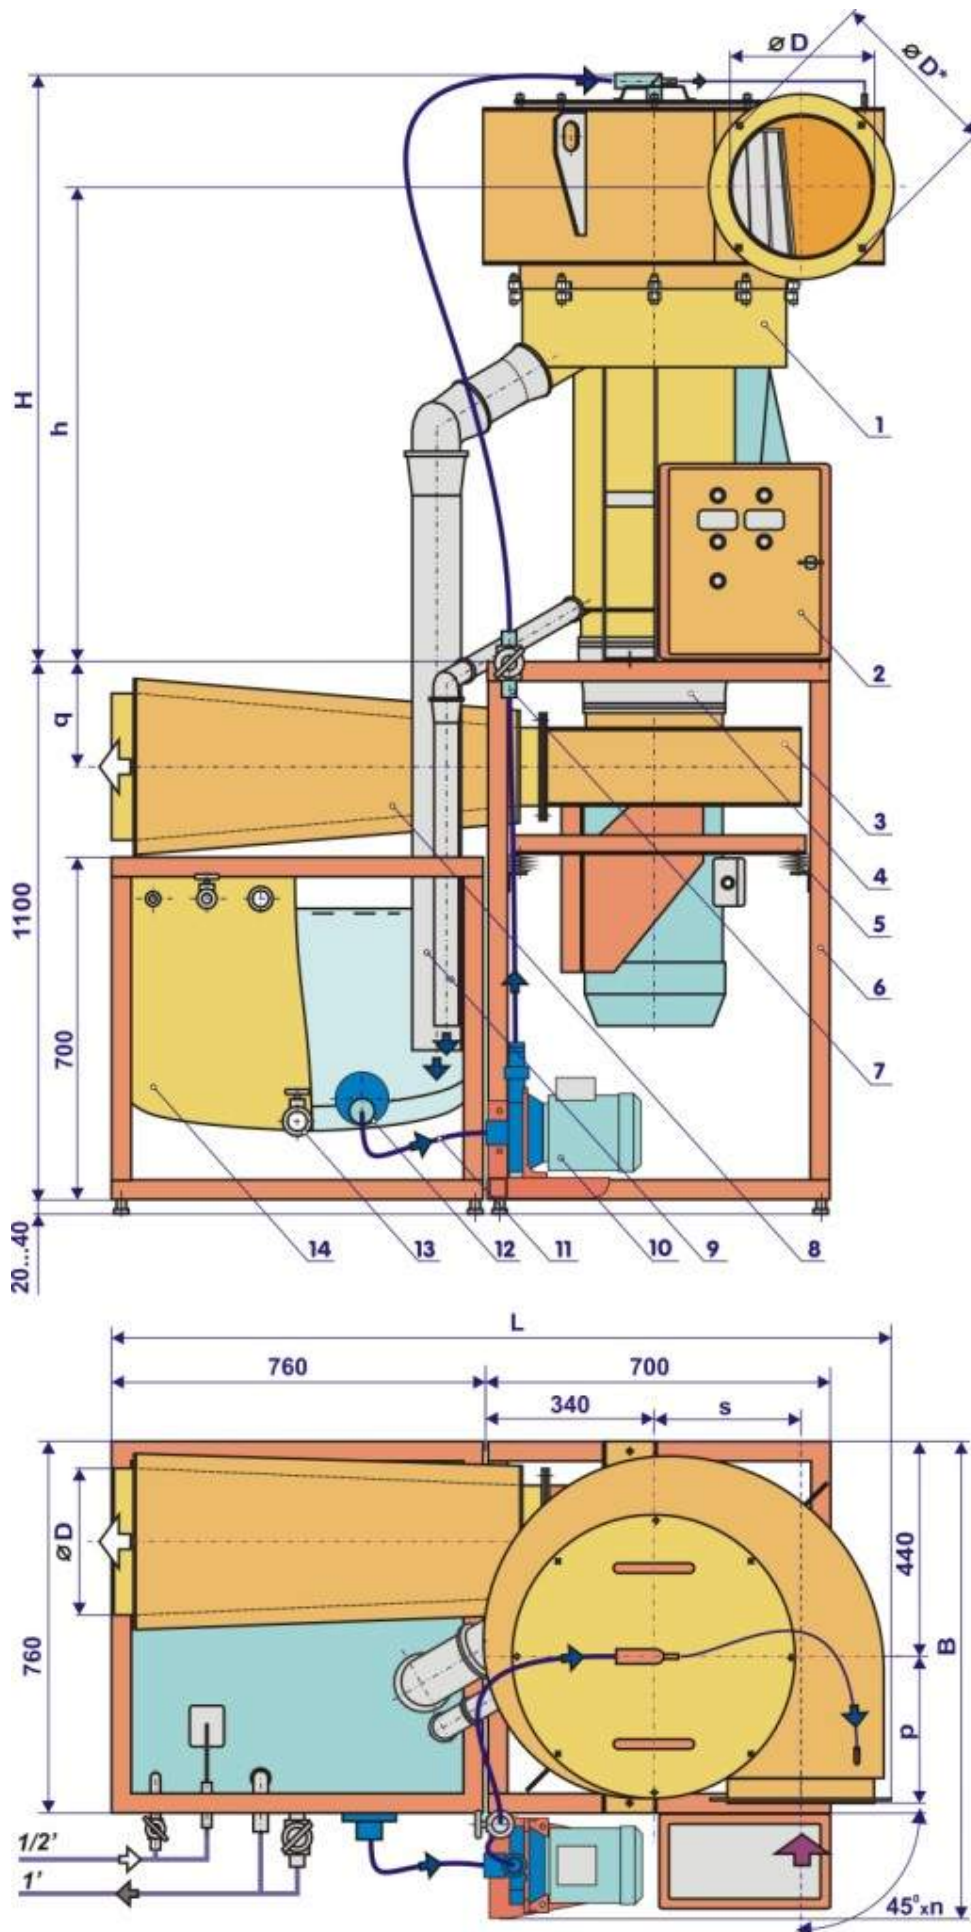
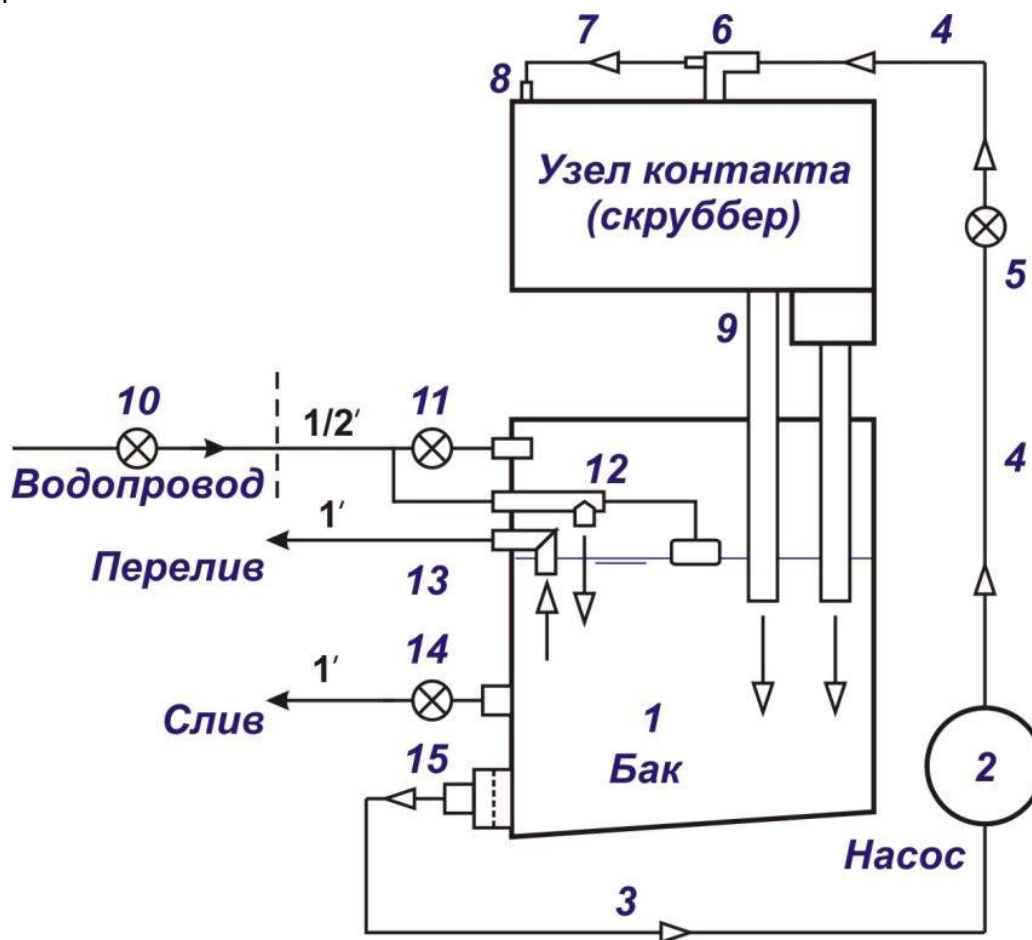
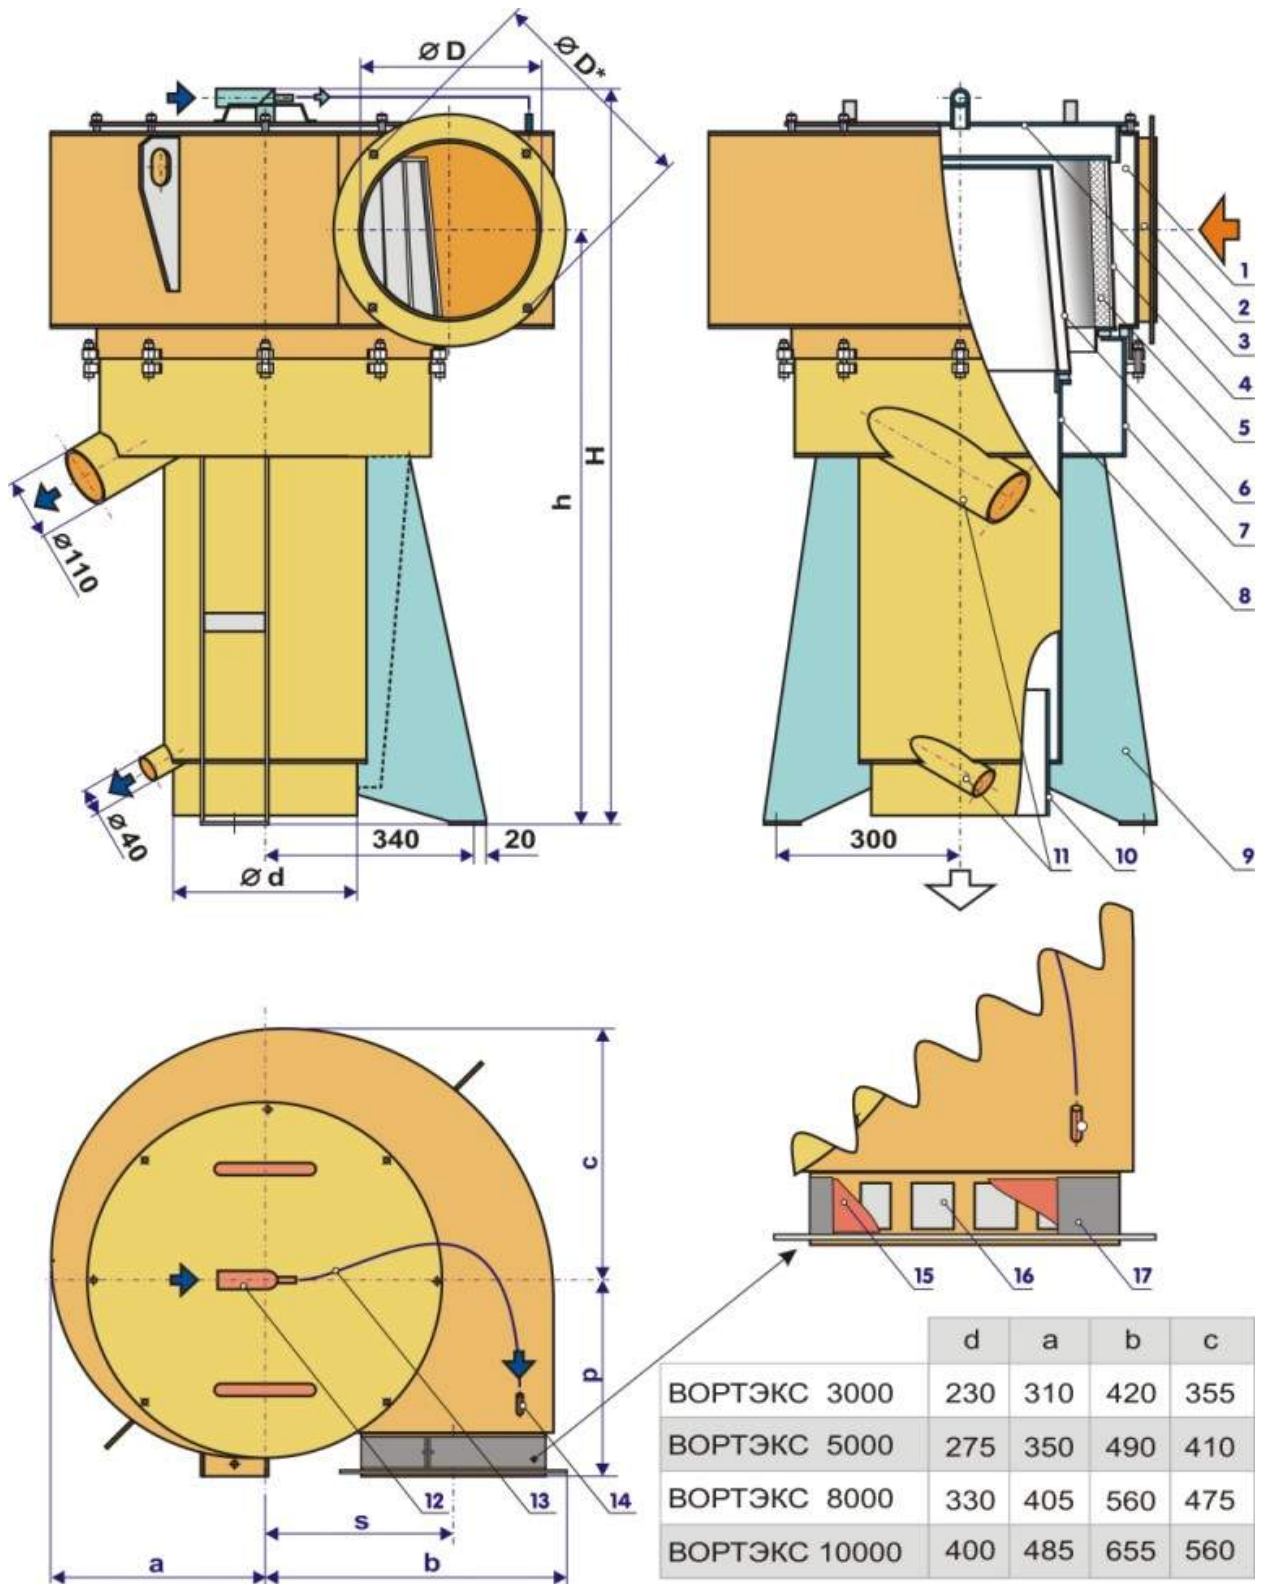
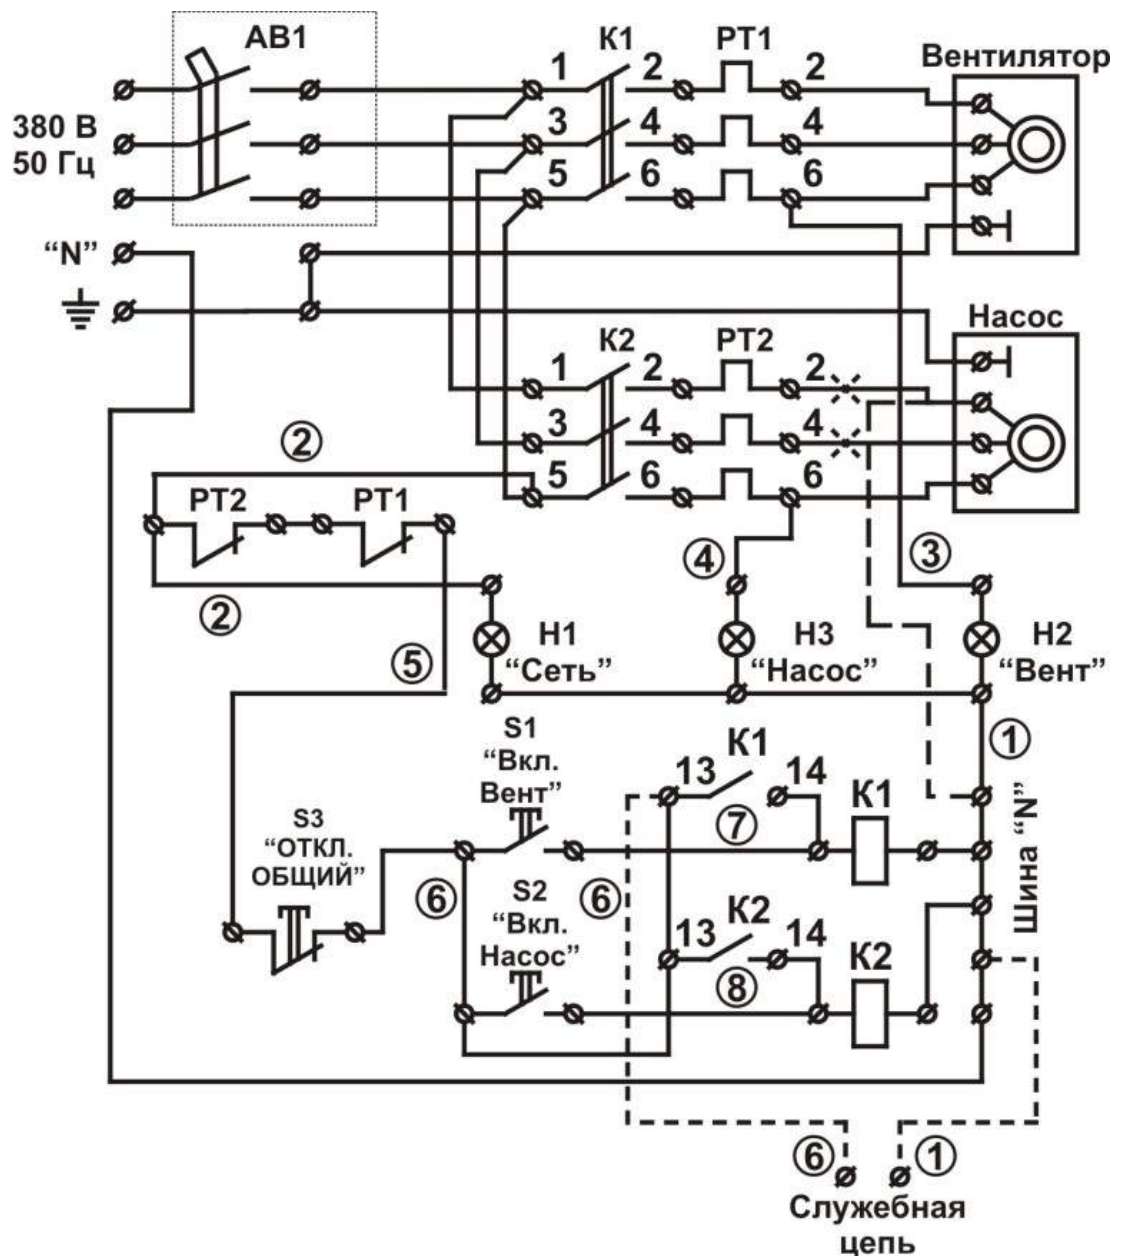

Рис. 1. Вихревой гидрофильтр "Вортэкс" в стандартном исполнении.
Рис. 2. Схема водооборота установки.
Рис. 4. Узел контакта (вихревой скруббер "Вортэкс")
Рис. 5. Электрическая схема
Вихревые гидрофилтры "Вортэкс" в стандартном исполнении (рис. 1) состоят из следующих сборочных единиц: опорная рама **6**, с установленными на ней узлом контакта газа и жидкости (вихревой скруббер "Вортэкс") **1**, шкафом управления **2**, вентилятором "Вортэкс-3...10" **3**, на амортизаторах **5**, консольным центробежным насосом **10**, гибкой вставкой **4**, ограничительный вентиль **7**, диффузор-шумоглушитель **8**, сливные трубы **9**, шланг **11**, бак оборотной воды **14** с установленными на нем штуцером водозабора с предохранительным фильтром **12**, сливным штуцером с шаровым краном **13** и необходимая водная арматура.
Основные геометрические размеры установок, не указанные в технических характеристиках и на рис. 1, 2, 3, приведены в таблице:
(рис. 2) включает: бак **1**, консольный центробежный насос **2** соединенный шлангом **3** $D_y=50$ мм с баком, шлангом **4** $D_y=32$ мм, с установленными на нем ограничительным вентиляем **5** (поз. 7 на рис. 1, 3), соединенным с тройником **6**, предназначенным для подачи воды в узел контакта, шлангом **7** $D_y=10$ мм, соединенным со штуцером **8**, предназначенным для орошения входа улитки, сливные трубы **9**, устанавливаемый на водопроводе вентиль **10** (в комплект не входит), и установленные на баке заправочный штуцер с вентиляем **11**, штуцер с поплавковым клапаном **12**, штуцер перелива **13**, сливной штуцер с шаровым краном **14** и штуцер водозабора, оснащенный предохранительным фильтром-сеткой **15**.
Узел контакта - вихревой скруббер (рис. 4) включает: улитку **1** с входным по воздуху патрубком **2** и крышкой **3**, установленную внутри улитки вихревую контактную камеру **4**, завихритель **6**, сепаратор **7**, каплеуловитель **8**, опоры **9**, выхлопной патрубок **10** и сливные патрубки **11**. На улитке установлен тройник ввода жидкости **12**, соединенный шлангом **13** со штуцером **14**. Окна **16** (выноска рис.4) жалюзийного типа, используются при необходимости для подсоса воздуха. По умолчанию они перекрыты хомутом **17** с ответными прорезями и уплотнительной манжетой **15**.
Благодаря создаваемому вентилятором разрежению загрязненный воздух поступает во входной патрубок **2** узла контакта (рис. 4), распределяется по периметру улитки **1** и проходит через лопаточный направляющий аппарат вихревой камеры **4**, формирующий равномерно распределенные по периметру тангенциальные струи на входе в камеру и течение вихревой структуры внутри нее.
Вода подается насосом **10** (рис. 1, 3) из бака **14** через предохранительный фильтр-сетку **12** и ограничительный вентиль **7** в тройник **12** (рис. 4), из основного штуцера которого поступает на орошение улитки **1** и вихревой камеры **4**. Небольшая часть воды отводится на орошение входного участка улитки с помощью шланга **13** и штуцера **14**. Вместе с воздухом вода поступает в вихревую камеру **4**, где дробится струями воздуха на капли, которые вовлекаются в вихревой поток и центробежными силами отбрасываются к лопаткам направляющего аппарата вихревой камеры. Здесь капли сливаются и вместе с воздухом поступают в центр потока, где вновь дробятся. В результате этого каскадного процесса формируется вращающийся газожидкостный слой **5**, удерживаемый в вихревой камере центробежными силами, эффективно фильтрующий воздух.
На выходе из вихревой камеры основная часть жидкости сбрасывается в карман сепаратора **7** (рис. 4). Небольшая часть жидкости проходит вместе с воздухом через завихритель **6**, подкручивающий поток. Под действием центробежных сил жидкость осаждается на трубе каплеуловителя **8** и собирается в его кармане. Из карманов сепаратора и каплеуловителя через патрубки **11** (рис. 4) и сливные трубы **9** (рис. 1, 3) вода сбрасывается в бак **14** на рециркуляцию.
Система управления установки включает шкаф управления **2** (рис. 1, 3), соединенный электрокабелями с сетью, электродвигателями вентилятора **3** и насоса **10**.
Схема электрическая принципиальная показана на рис. 5. Электропитание 380 В, 50 Гц, подается на пускатели двигателя вентилятора и насоса К1 и К2 соответственно (на моделях "Вортэкс-3000" и "Вортэкс-5000" питание на пускатели производится через защищающий трехфазный автомат АВ1 32А и 40А соответственно). Пунктиром обозначен вариант присоединения 1-фазного насоса и (только для "Вортэкс-10000") служебная цепь.
В стандартном исполнении (рис. 1):
3. Узел контакта - сепаратор **7** (рис. 4), каплеуловитель **8** на опорах **9**;
3. Узел контакта (рис. 4) - сепаратор **7**, каплеуловитель **8** на опорах **9**;
Для монтажа установки (рис. 1,3) необходимо:
6.6 Установить с помощью болтовых соединений на выхлопном патрубке вентилятора **3** диффузор-шумоглушитель **8** (рис. 1).
6.7 Соединить с помощью прилагаемых шлангов насос **10** (рис. 1, 3) с выходным штуцером фильтра-сетки **12** и ограничительным вентиляем **7**, далее с тройником подачи воды **12** (рис. 4), в узел контакта **1**. Закрепить шланги с помощью прилагаемых хомутов. Надеть на сливные патрубки узла контакта **1** трубы **9** (рис. 1, 3).
6.8 Соединить установленный на водопроводе вентиль **10** (рис. 2) напорными шлангами с вентилем **11** и поплавковым клапаном **12**. Соединить шлангами штуцер **13** и кран **14** с канализацией (отстойником, системой утилизации отработанной жидкости). Открыв вентили **10** и **11**, наполнить бак водой. Убедиться в том, что закрытие клапана **12** (отсечение подачи воды) достигается при уровне воды в баке, немного более низком, чем уровень установки штуцера **13**, при необходимости отрегулировать рычаг клапана.
6.9 Убедиться в надежном соединении электрокабелей, выходящих через отверстия в боковой стенке установленного на раме **6** (рис. 1, 3) шкафа управления **2** с электродвигателями вентилятора **3** и насоса **10** в соответствии с принципиальной электрической схемой (рис. 5). Обязательно произвести заземление корпуса шкафа **2**, бака **13** и рамы **6**! Подсоединить шкаф управления к электросети. Проверить соответствие напряжения сети и надежность подсоединения подводящего кабеля к выводам шкафа управления. Подключить установку к сети (для "Вортэкс-3000...5000" - через установленный в шкафу управления автомат АВ1) – на лицевой панели шкафа должен загореться индикатор "Сеть".
8.1 Перед началом работы убедиться, что все шланги и трубы находятся на штатных местах, шланги надежно затянуты хомутами, а сливной вентиль 14 (рис. 2) закрыт. Открыть вентили 10, 11 и наполнить бак водой из водопровода. Закрыть вентиль 11. Убедиться в том, что уровень воды в баке регулируется поплавковым клапаном 12. В противном случае отремонтировать или заменить поплавковый клапан.
Внимание! Эксплуатация установки с выключенным насосом, включение насоса при отсутствии воды в баке не допускается! Положение ограничительного вентиля 7 (рис. 1,3, поз. 5 рис. 2) устанавливается изготовителем при настройке установки. Изменение его положения может вызвать вынос капельной влаги на выходе гидрофилтра или снижение эффективности воздухоочистки.
9.2.2 Отсоединив трубы **9** (рис. 1, 3) от сливных патрубков узла контакта, проверить состояние патрубков и труб и при необходимости прочистить.
9.2.3 Произвести разборку узла контакта (рис. 4), осмотреть его улитку **1**, сепаратор **7**, каплеуловитель **8**, вихревую камеру **4**, и завихритель **6**. При необходимости промыть их или прочистить. Осмотреть состояние уплотнений из микропористой резины. При заметном износе или повреждениях - заменить их.